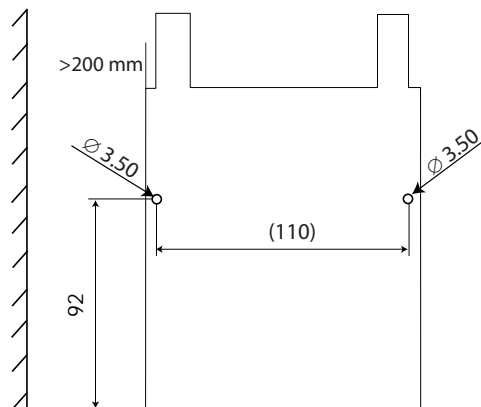

Рис. 1.b
2. Прикрепите кронштейн с помощью двух прилагаемых винтов M4x12 (см. рис. 1.c), предварительно проверив горизонтальное положение с помощью уровня;